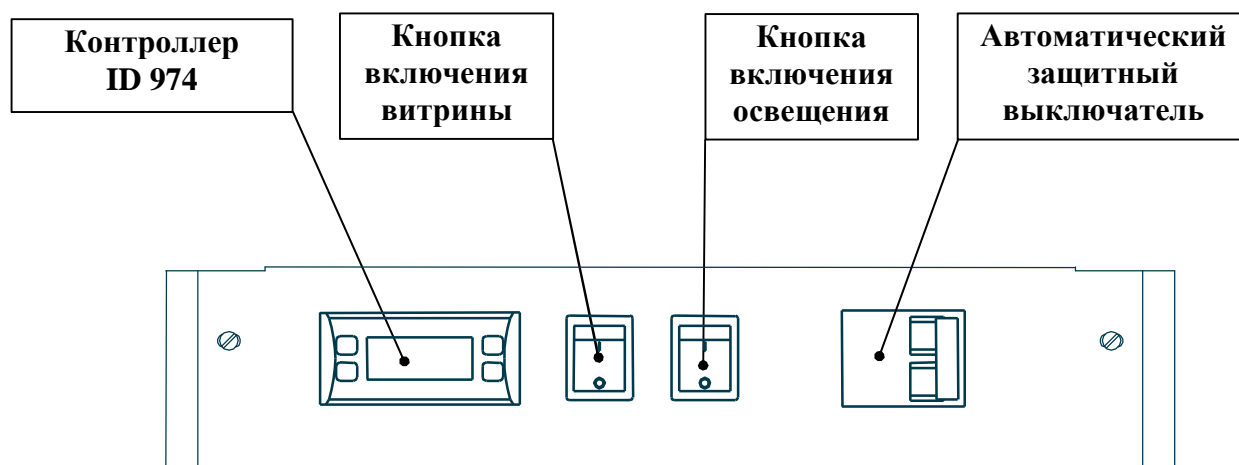

Рис. 2. Блок управления витрины «**ВИЛИЯ PREMIUM**» **BB**
- Электрическая система включает в себя блок управления, панель вентиляторов испарителя, вентилятора обдува переднего стекла и систему освещения. В блоке управления (см. рис. 2) находятся: выключатели питания и освещения, электронный регулятор (контроллер), защитный автоматический выключатель и элементы силового электрооборудования.